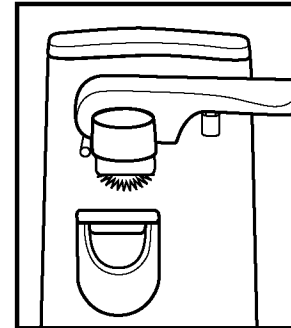

Figura 1
- 2 Levante el levantador de tapa magnético hasta que se asegure en posición hacia arriba, luego levante despacio la palanca del abrelatas hasta la posición hacia arriba como se muestra en la figura 1.